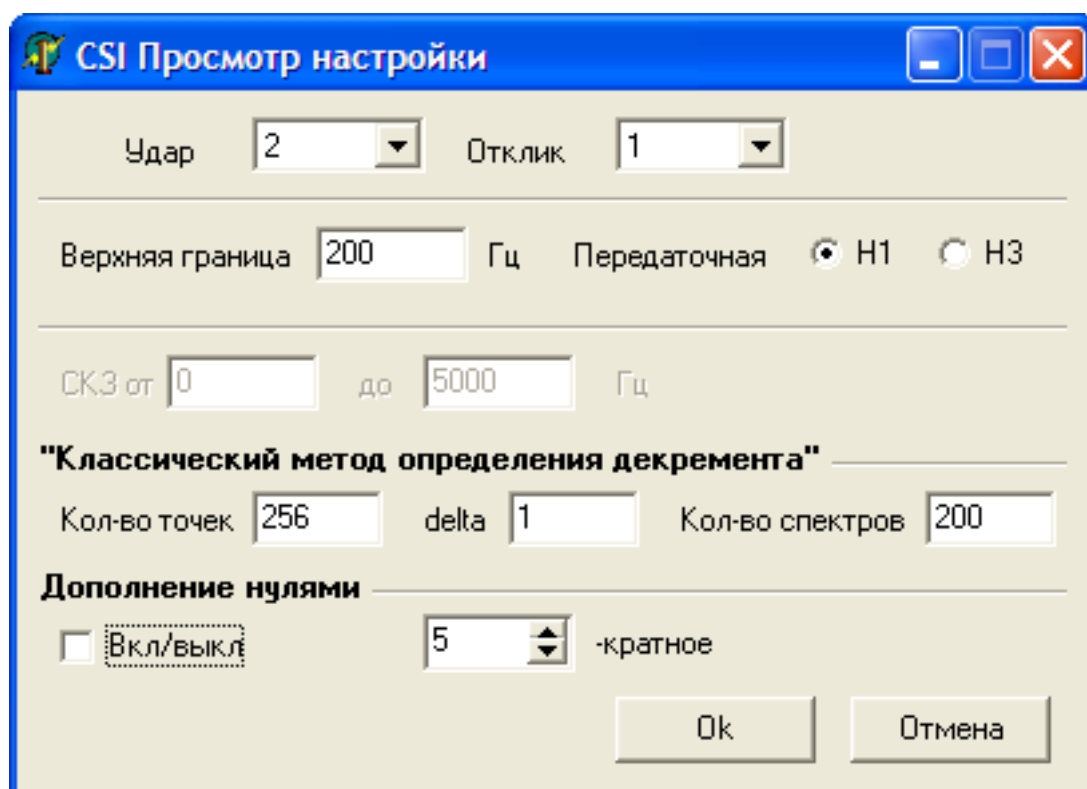

Рис. 19. Окно «CSI Просмотр настройки».
6. В вызванном окне **«CSI просмотр настройки»** выполнить настройки указанные в Рис. 19, нажать кнопку **«ОК»** и в появившемся окне **«Передаточная функция»** установить курсор на резонансной частоте и нажать кнопку **«Рассчитать»**, полученные значения декрементов будут выведены над данной кнопкой (в отчет выводятся значения из первой строки).